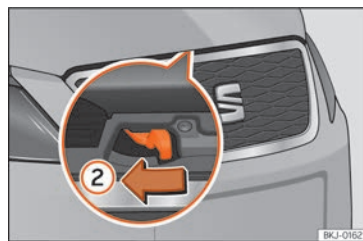

Fig. 12 Levier sous le capot.
- Pour soulever le capot moteur, déplacez vers la gauche le levier situé sous celui-ci, au centre » » fig. 12 ②. Les crochets de fixation sont alors déverrouillés.